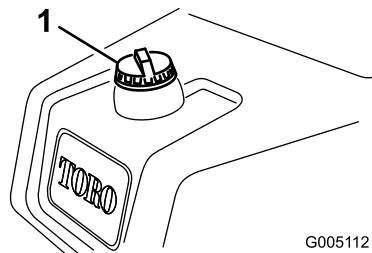

図 26
- 燃料キャップ図 26 の周囲をきれいに拭いてキャップ外す。